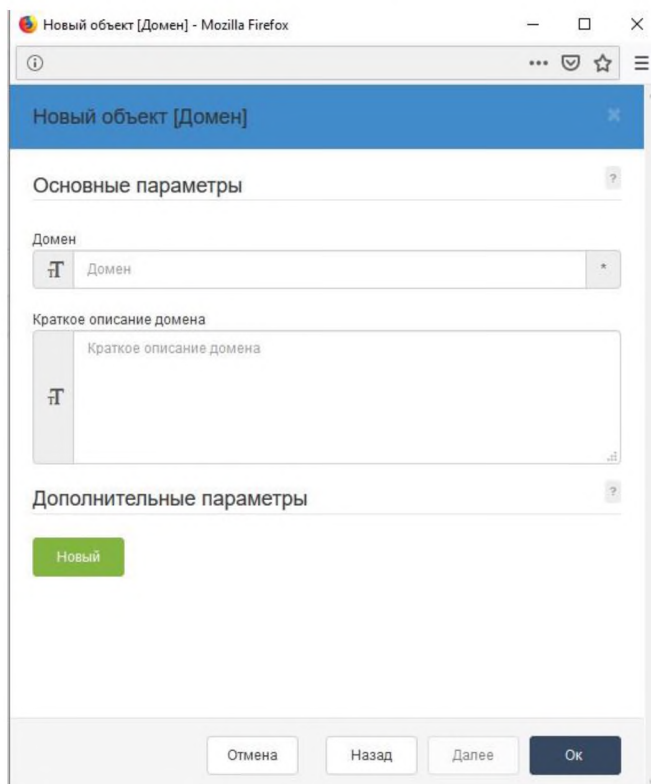

Рисунок 6 – Ввод наименования домена
- 4) Введите наименование домена и нажмите **ОК** (рис. 6).